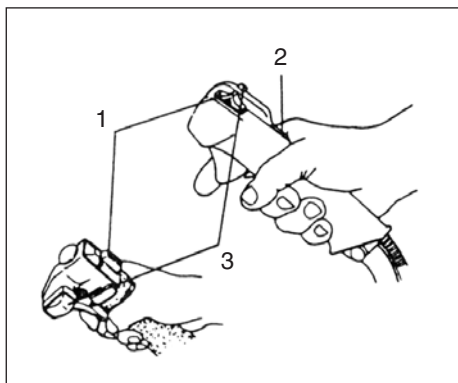

Рис.2-2
1. Установить выключатель зажигания (1) в положение ON (ВКЛ). (Рис. 2-2)
2. Если нажат предохранительный рычаг (2), потянуть дроссельное пусковое устройство и нажать блокировочную кнопку (3) (при наличии подобного оснащения), затем сначала медленно отпустить дроссельное пусковое устройство, затем предохранительный рычаг. При этом дроссель заблокируется в пусковом положении. (Рис. 2-2)